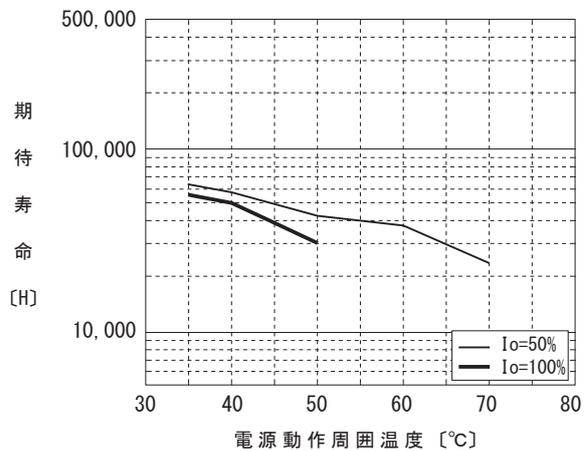

図 3.1 ファン期待寿命
- 使用条件によってファンの期待寿命 (R(t)=90%) は図 3.1 のようになります。